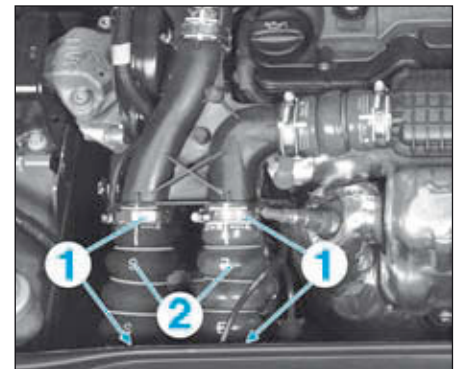

FIG.5
- Desserrer les colliers (1) et déposer les raccords d'air de suralimentation (2) de l'échangeur air/air (Fig.5).